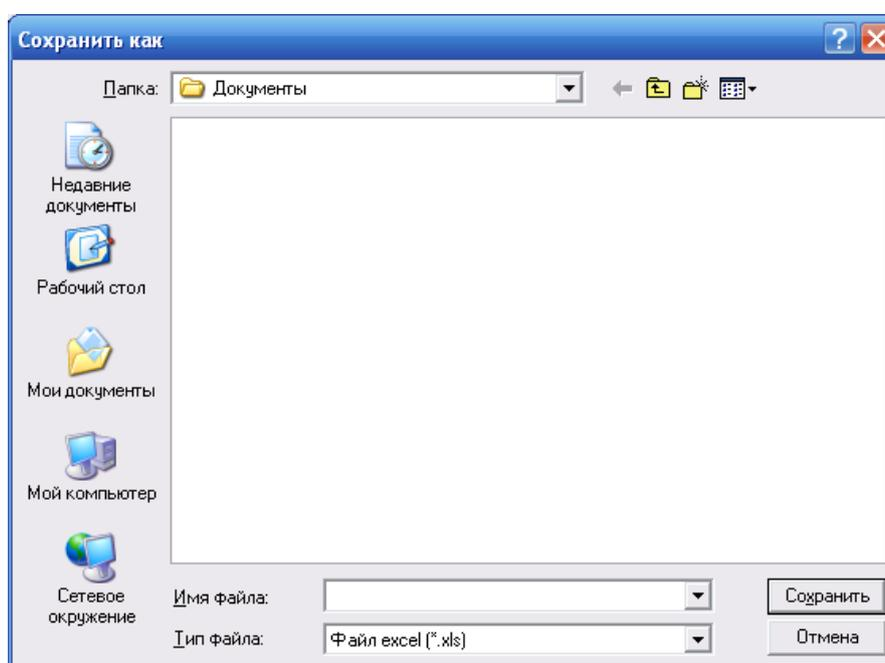

Рис. 2-27
6. В появившемся окне (рис. 2-27) выберите папку для сохранения формы и введите название файла.